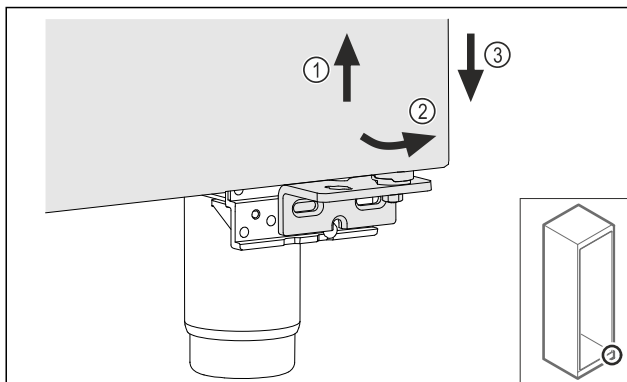

Fig. 20
- Lagano podignite vrata Fig. 20 (1), dolje ih nagnite prema naprijed Fig. 20 (2) i spustite Fig. 20 (3).